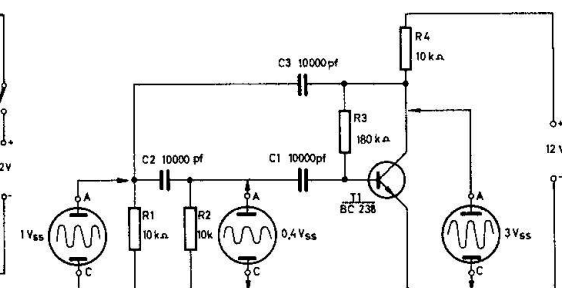

Abb. 77
Man benötigt nicht unbedingt eine Spule (L) und einen Kondensator (C) als frequenzbestimmende und phasenumkehrende Bauelemente, um einen Sinusgenerator aufzubauen. Auch die Schaltung nach Abb. 77 stellt einen Generator dar. Er ist sehr frequenzstabil. Wenn 3 Kondensatoren (C1, C2, C3) und 2 Widerstände (R1, R2), die untereinander in ihren Werten gleich sein müssen, zwischen dem Kollektor und der Basis eines Transistors (T1) angeordnet werden, wird die erforderliche Phasendrehung von 180° erzielt, um den Basisstrom mit einem Teil des Kollektorstroms zu unterstützen. Im Einschaltmoment steigt der Kollektorstrom langsam auf einen positiven Wert an, weil über den relativ hochohmigen Widerstand R3 nur ein geringer Basisstrom fließen kann. Die Kollektorspannung sinkt und wird über die Kondensatoren C3, C2, C1 und die Widerstände R1, R2 auf die Basis zurückgeführt. Für eine ganz bestimmte Frequenz drehen diese Bauelemente die Kollektorspannung um 180° . Das bedeutet, aus der negativ werdenden Kollektorspannung wird eine positiv ansteigende Basisvorspannung, die über den Transistor den Kollektorstrom so weit verstärkt, bis er sich durch den ohmschen Widerstand von R4 nicht weiter vergrößern kann. Am Kollektor tritt keine Spannungsänderung mehr auf. Es gelangt keine Spannung mehr auf die Basis, der Basisstrom wird geringer, und der Kollektorstrom nimmt wieder ab. Die Kollektorspannung